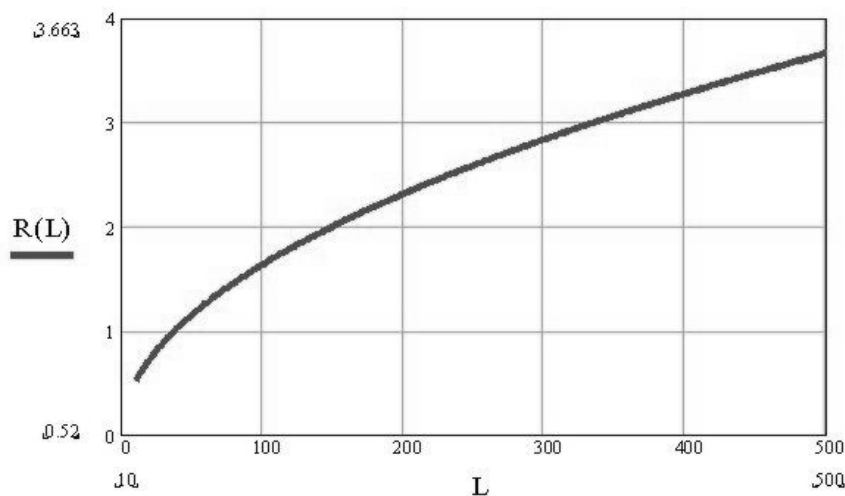
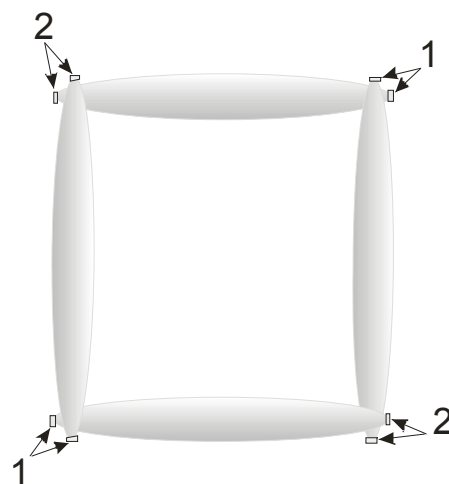
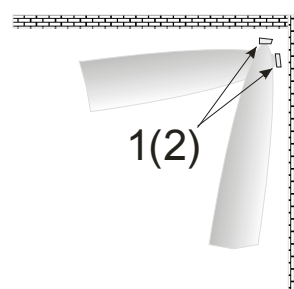

Рис. 4.2
Рис. 4.7
Рис. 4.8
4.4 Ширина чувствительной зоны зависит от расстояния между БПРД и БПРМ и определяется по ориентировочному графику, приведенному на рис. 4.2.
Примечания: Все расстояния, кроме специально оговоренных, в дальнейшем будут приводиться в метрах; ширина ЗО (в момент срабатывания при пересечении ЗО) зависит от установленных порогов и может быть значительно меньшей, относительно приведенной на рис. 4.2.
4.7 Приближение «оси» ЗО к проводящим (не радиопрозрачным) заграждениям на расстояние меньшее половины ширины ЗО может приводить к интерференции радиосигнала и при раскачивании заграждения или при изменении отражающих свойств, может вызывать значительные колебания уровня принимаемого сигнала, т. е. значительное снижение соотношения сигнал/помеха. Поэтому при проектировании и монтаже необходимо учитывать ширину чувствительной зоны (см. рис. 4.2).
4.12 Перекрытие ЗО при установке на местности с поворотами контролируемого рубежа, например как условно изображено на рис. 4.7, достигается тем же методом, представленным в п. 4.10. При установке извещателей вдоль заграждений необходимо определить: могут ли радиоволны, излученные БПРД, отразившись от заграждения попасть в БПРМ. Если такое возможно, необходимо повернуть оси ЗО, как показано на рис. 4.8. Угол поворота рассчитать с учетом расширения ЗО согласно графику рис. 4.2, чтобы ЗО не касалась заграждения.